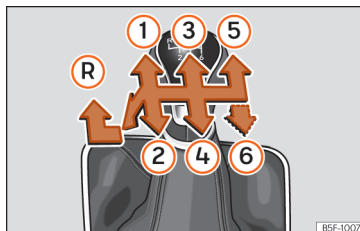

Fig. 152 Esquema de uma caixa de velocidades manual de 5 ou de 6 velocidades.
Na alavanca das mudanças indicam-se as posições das velocidades » **Fig. 152**.
- Com a alavanca das mudanças em ponto morto, pressione-a para baixo, mova-a para a esquerda até ao fim e depois para a frente para selecionar a marcha-a-trás » **Fig. 152** .